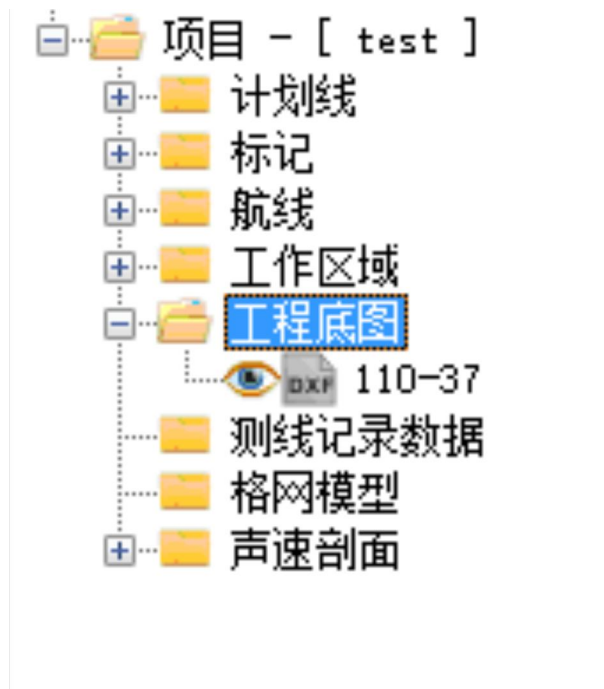

图 9.7 图形文件
(1) 方式一，选择主菜单“文件”→“导入工程底图 (*.DXF)”，在弹出的打开文件对话框，选择需要导入的图形文件。
(2) 方式二，在“文件管理器”视图，选择“工程底图”文件夹，点击右键，选择“导入文件”菜单项，在弹出的打开文件对话框，选择需要导入的图形文件。如图 9.7 所示。